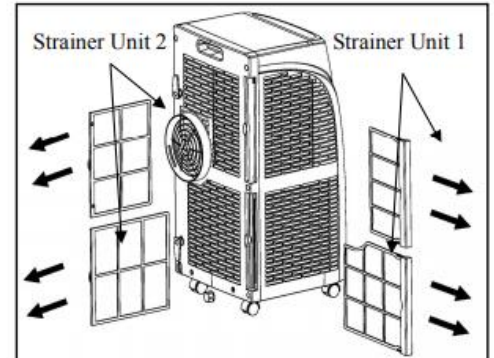

Fig.15
1) Trek de filters uit in de richting zoals getoond in Fig.15.
3) Installeer filters in de oorspronkelijke positie in de richting zoals weergegeven in Afb.15.